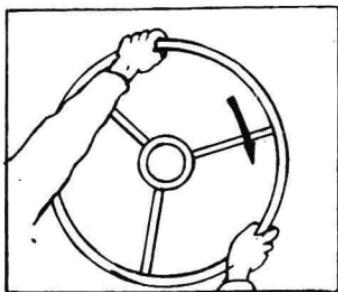
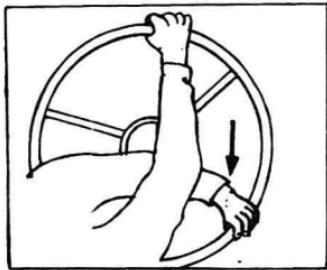
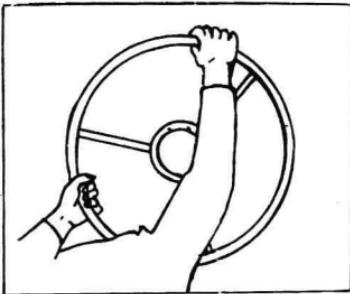

图 1-3 左手推右手拉
图 1-4 左手转至 3~4 时
图 1-5 左手回握方向
同时左手在右手下方迅速抽出，回握方向盘轮缘 $8\sim9$ 时位置，如图 1-5 所示，并继续推送至 $3\sim4$ 时位置，如此反复，视需要进行。向左转弯反之。
(1) 汽车在平直道路上行驶时，两手操纵方向盘动作要平稳，避免不必要的晃动。转向时两手要互相配合，一手拉动，一手推送，做到均匀柔和，并根据转向的多少，恰到好处地转动方向盘。
(2) 急转弯时，需要连续快速转向，可用两手交替轮换操纵方向盘，以加快转弯动作。具体操作方法是：向右转弯时，左手向右推送，右手顺势下拉，当左手转动方向盘至 $3\sim4$ 时位置时，右手迅速握住 12 时左右位置(图 1-3、图 1-4) 接力拉动，同时左手在右手下方迅速抽出，回握方向盘轮缘 $8\sim9$ 时位置，如图 1-5 所示，并继续推送至 $3\sim4$ 时位置，如此反复，视需要进行。向左转弯反之。